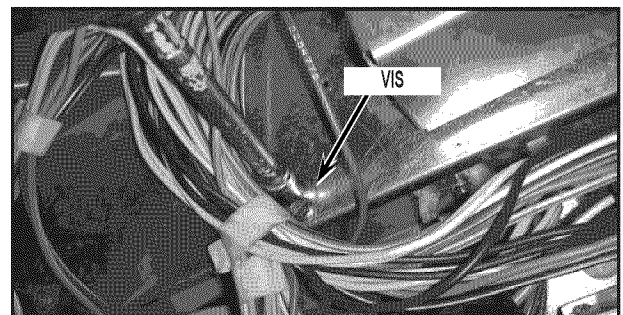

FIGURE 5
7. Retirer la vis fixant le conducteur de mise à la terre à l'ancien module HT. Mettre la vis de côté. Voir *Figure 5*.